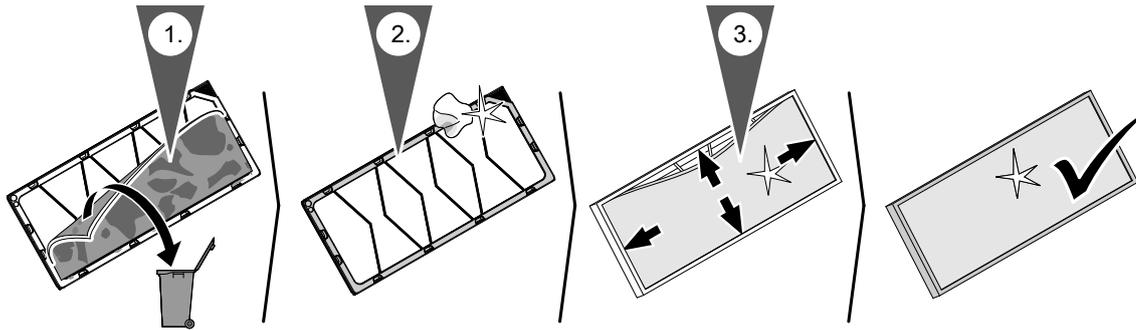

Abb. 21
- Bei Grobfiltern G4 (= ISO Coarse 60 %) nur das Filtervlies im Filterrahmen austauschen, siehe Abb. 21.